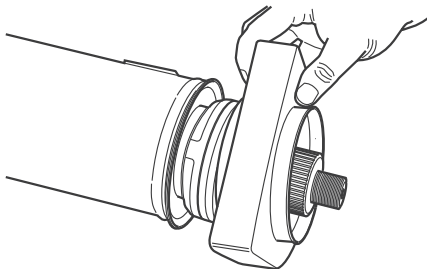

Figura 9.10
2. Retire y descarte el cojín de goma. Figura 9.10.